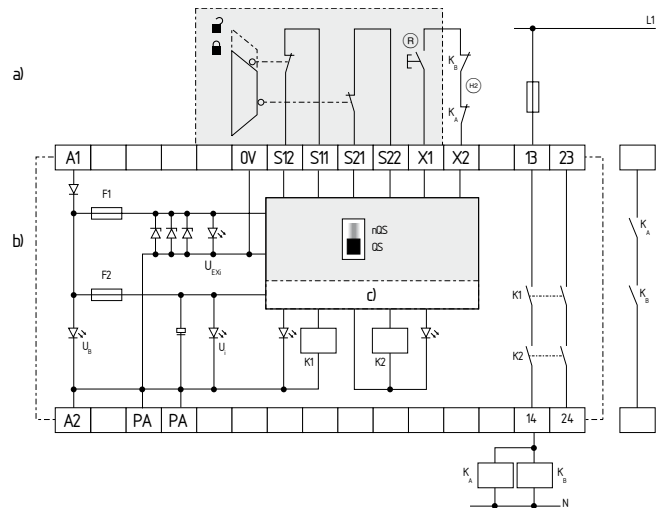

Fig. 6
Control mediante dos canales, mostrado a través del ejemplo de la monitorización de un resguardo de seguridad con dos interruptores de posición, uno de ellos un contacto de apertura forzada con pulsador de rearme externo (R) (véase fig. 6).
- (R) = circuito de realimentación